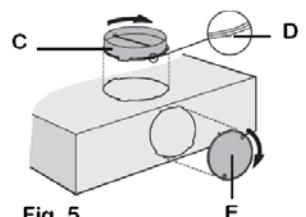

Fig. 5
- ⇒ Installez le clapet anti-retour [C] (fig.5) sur la sortie [B]. Veillez à ce que les pivots [D] du clapet anti-retour coïncident avec les découpes de la hotte. Faites pivoter le clapet dans le sens des aiguilles d'une montre jusqu'à ce qu'il soit fermement fixé.